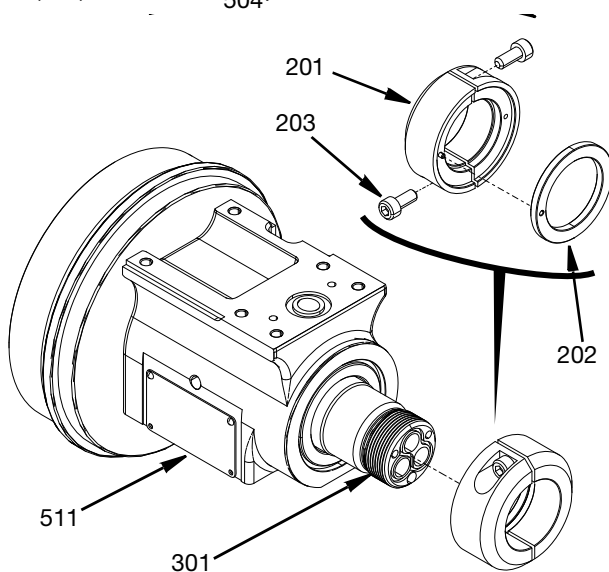

FIG. 27
3. À l'aide d'un maillet à face souple, tapotez doucement le corps central (301) dans l'ensemble de boîtier pivotant (511) pour vous assurer que le corps central est positionné contre le roulement à bride (502).
4. Faites glisser l'ensemble de bague de verrouillage (201) sur la tige du corps central (301) et en place contre le roulement à bride (502). Assurez-vous que la goupille dans la moitié de la bague de verrouillage (201) est engagée dans le trou de la rondelle (202).
5. Appliquez un antigrippant sur les deux vis SHCS M5 (203) et serrez au couple de 6,5 N•m. Voir FIG. 27.